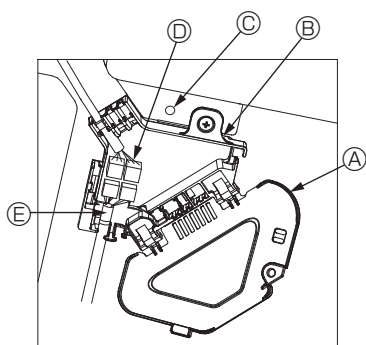

Fig. 5-9
- ① Verwijder de schroef waarmee de kap van de schakeldoos vastzit, schuif de kap in de richting van de pijl, zoals aangegeven in de tekening, en haal de kap er vervolgens af.
- ② In de schakeldoos zoekt u de verbindingdraad voor de waaiermotor van het rooster en de draad voor de waaiermotor, en vervolgens sluit u de draden aan. (Fig. 5-9) Er zijn twee connectoren voor de waaiermotor: een blauwe connector en een oranje connector. Zorg ervoor dat de kleuren van de connectoren overeenkomen wanneer ze worden verbonden.